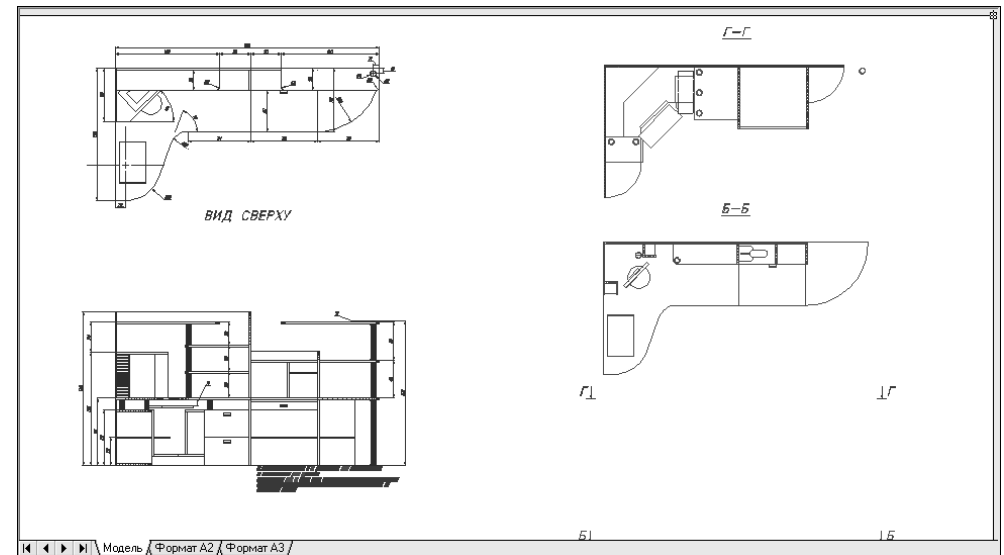

Рис. 13.29 ▼ Вид листа **Модель** (Model) после вставки файлов Work133.dwg и Work134.dwg в виде внешних ссылок
11. Как вы, наверное, догадались, мы только что подготовили два чертежа, которые будут использоваться в качестве внешних ссылок. Запустите команду **Внссылки** (XREF) (например, введя в командном окне **вн** (XR) или **сс** (ER)) и с помощью открывшейся палитры **Внешние ссылки** (External References) вставьте в чертеж Work132.dwg в качестве внешних ссылок только что созданные чертежи Work133.dwg и Work134.dwg, разместив их примерно так, как показано на рис. 13.29.